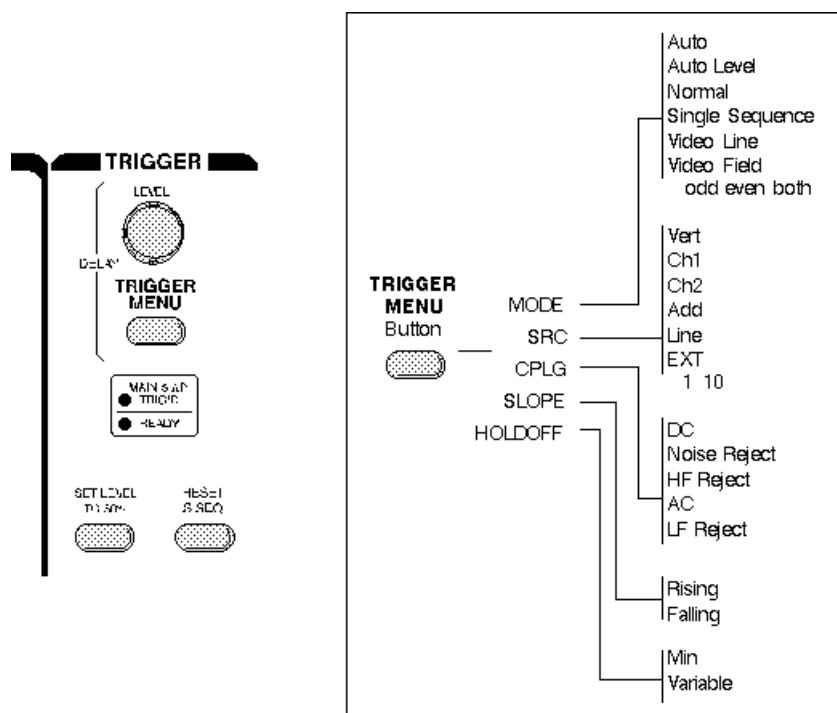

Figura 42: Comandos do sistema de sincronismo e respectivos menus ([Tektronics, 1997a])
O comando de nível e inclinação de disparo existe sempre, tanto nos osciloscópios analógicos (comando 28 do osciloscópio da Figura 2) como nos osciloscópios digitais (*LEVEL* e *SLOPE Rising/Falling*, na Figura 42).
No caso do osciloscópio apresentado na Figura 42, podemos escolher a fonte de disparo na opção *SRC* do menu.
- Varrimento único (conhecido como *Single Sweep* ou *Single Sequence*, no caso da Figura 42), interessante para analisar regimes transitórios.
- Ajuste automático do nível de disparo (*Auto Level*, na Figura 42).
- *Video Line*, no osciloscópio da Figura 42.
- *Video Field*, no osciloscópio da Figura 42 (sendo ainda possível ver apenas as linhas ímpares (*odd*), apenas as linhas pares (*even*) ou ambas (*both*)).
Este comando, além do acoplamento *DC* e *AC*, análogos aos já referidos para o sistema vertical, poderá ainda dispor de outros modos de acoplamento, tais como a rejeição (filtragem) de altas frequências, a rejeição de baixas frequências ou a rejeição de ruído (opções *HF Reject*, *LF Reject* e *Noise Reject*, do menu de *CPLG*, no osciloscópio da Figura 42).